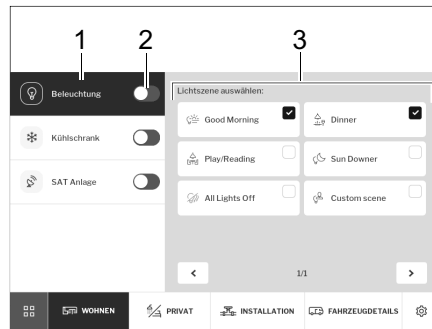

Bild 270 Belysning
- Med skjutreglaget (Bild 270,2) sätter du på och stänger av belysningen.
- Klicka på knappen *Belysning* (Bild 270,1).
Välj ljusscen på kontrollpanelen (Bild 270,3).